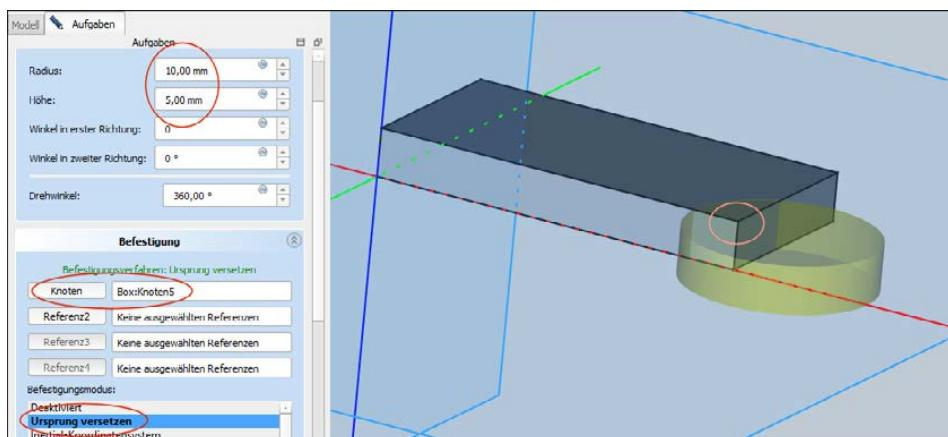

Abbildung 5.19: Zylinder an der Kante hinzuzaddieren
5. Noch ein Versuch, einen Zylinder an die rechte Kante des Quaders zu setzen. Klicken Sie das Werkzeug *Zylinder* an. Er wird zunächst an den Nullpunkt gesetzt. Geben Sie bei *Radius* 10 und bei *Höhe* 5 ein (siehe Abbildung 5.19). Er soll aber nicht am Nullpunkt sitzen. Wählen Sie deshalb im Feld *Befestigungsmodus* den Eintrag *Ursprung versetzen*. Aber wo soll der neue Ursprung sein? Klicken Sie auf *Referenz1* und wählen Sie den in Abbildung 5.19 markierten Punkt. Zoomen Sie dazu näher heran, um den Punkt zu treffen und nicht eine Kante. Sie können die verschiedenen Befestigungsmethoden und – je nachdem – bis zu vier Referenzen wählen.